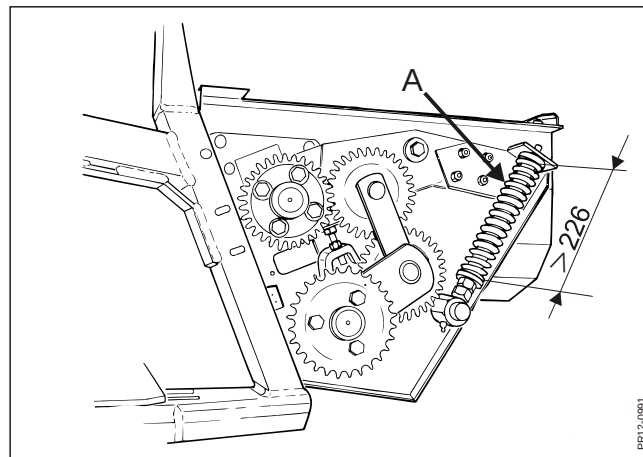

Fig. 3-19
**Fig. 3-19** For til stadighed at opnå et passende valsetryk ved såvel store som små mængder græs, er øverste valse fjederbelastet og affjedringen giver samtidig valserne mulighed for at give efter, når der kommer et fremmedlegeme imellem valserne.